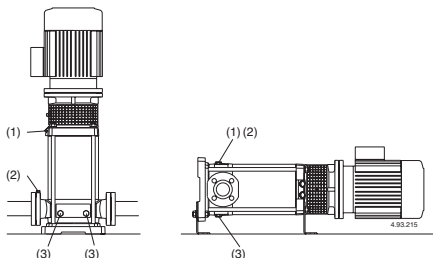

Fig.4d (1) Vullen ontluchtingsplug
Sluit de ontluchtingvoor (fig. 4d) voor MXV-B, MXV(L) 25-32-40-50 en MXV(L)4 25-32-40-50 Sluit de naaldschroef (14.07) in de aftappplug (14.12) (fig. 4b) en sluit de ontluchting (14.04).